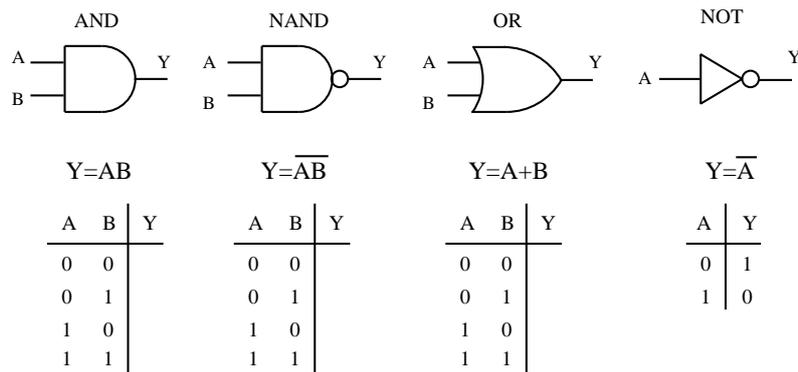

図 1: 論理回路 (AND, NAND, OR, NOT)
1. AND, NAND, OR の動作表 (図 1) を作成せよ。